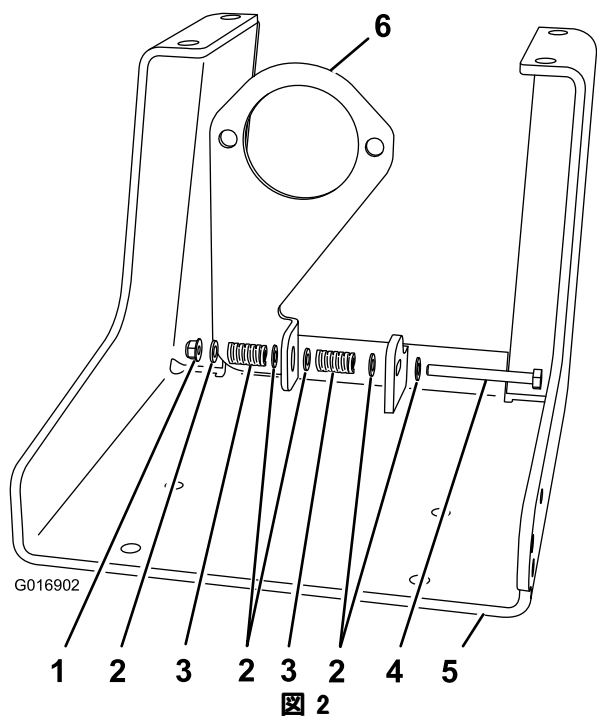

図 2
4. ダンパボルトにワッシャを通し、このボルトを、スプレーポンプ取り付けブラケットについている振動マウントの穴に通す (図 2)。
5. 以下のパーツを、以下の順にダンパボルトに通す：ワッシャ（パーツ番号 3256-23）、スプリング（パーツ番号 110-5331）、ワッシャ（パーツ番号 3256-23）（図 2）。
6. ダンパボルトを（上記ステップ 5 で取り付けたパーツと共に）プレートの穴に挿入する（図 2）。
7. 以下のパーツを、以下の順にダンパボルトに通す：ワッシャ（パーツ番号 3256-23）、スプリング（パーツ番号 110-8331）、ワッシャ（パーツ番号 3256-23）；そして、これらをロックナット（パーツ番号 104-8300）で固定する（図 2）。